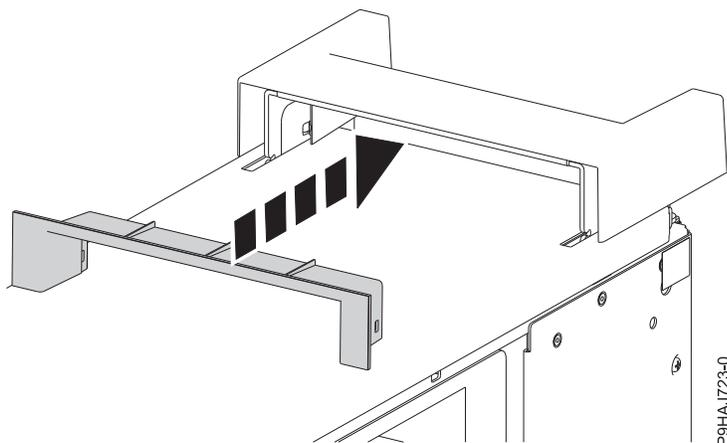

Figura 24. Inserindo a parte de plástico na tampa da alça
5. Insira a parte de plástico na tampa da alça empurrando-a firmemente, conforme mostrado na Figura 24.